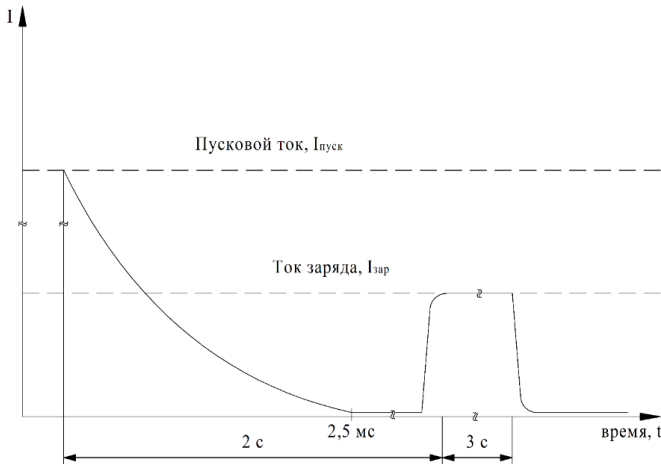

Рисунок 3 – График изменения тока потребления входа ОП при подаче $U_{п.ном}$ на БУ
4.15.1 При выборе автоматических выключателей, применяемых для защиты цепей управления, необходимо учитывать пусковой ток в момент подачи напряжения ОП (рисунок 3).